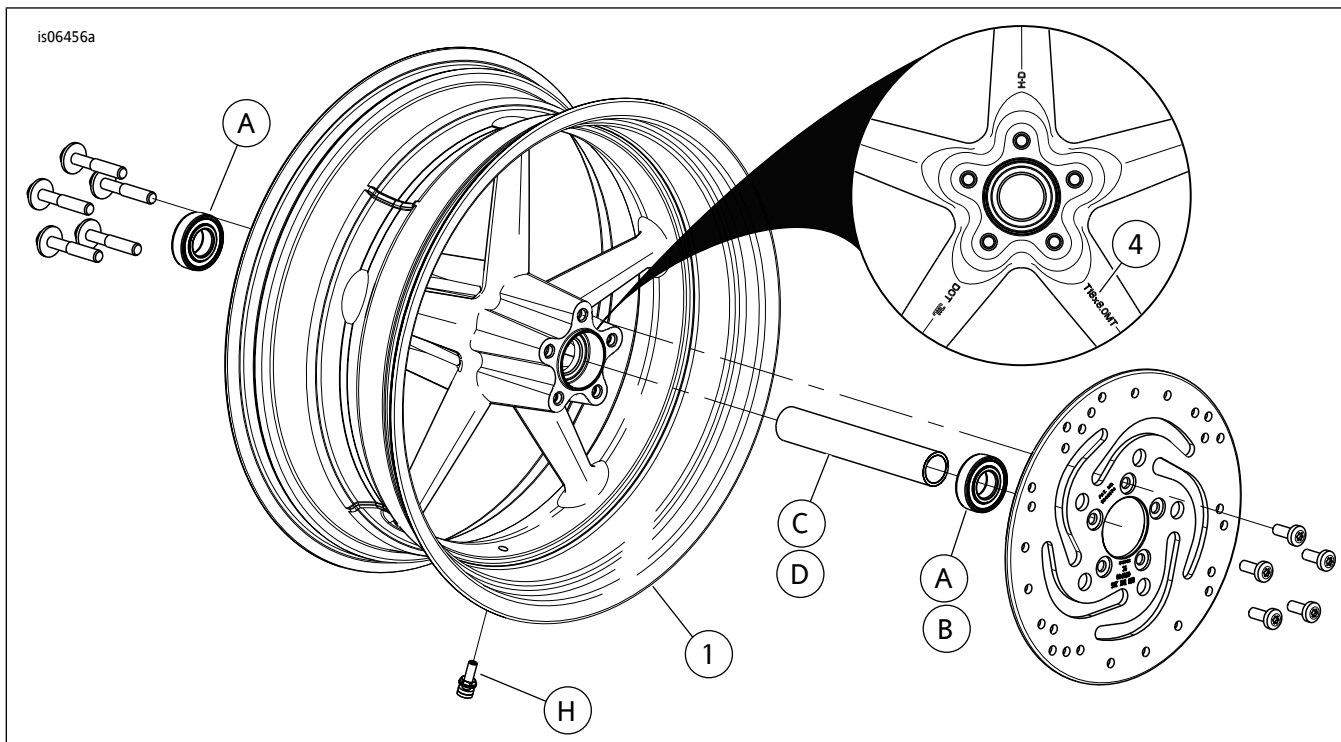

图1. 维修零件: Rocker后轮
这些套件仅包括定制车轮。参见图1和表2。
2. 参见图1。在车轮上安装阀杆组件(H)。参阅维修手册。